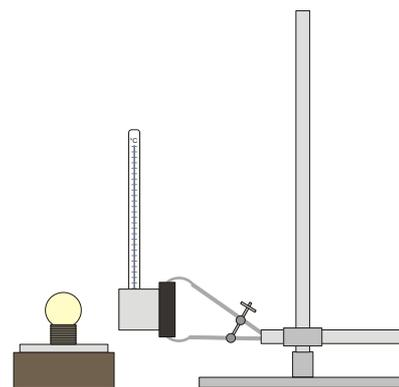

Fig. 2 Determinazione della potenza irradiata di una lampadina
- Rimuovere il tubo di carta dura e installare il cilindro di alluminio con la piastra terminale nello stativo (fig. 2).